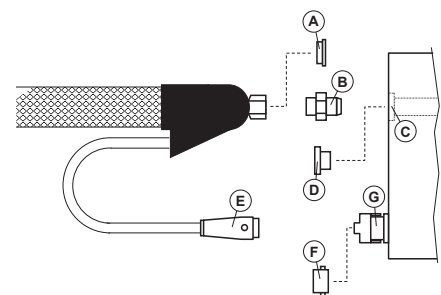

Figure 1: Hose components
1. Una volta estratto il tubo e rimossi i tappi di protezione (A), cominciare dall'estremità corrispondente al connettore elettrico maschio (v. fig. 1).
2. Utilizzare un raccordo (B) per collegare meccanicamente l'estremità del tubo a un'uscita della pompa (C). Scegliere l'uscita da utilizzare, quindi rimuovere i tappi metallici di protezione (D).
3. Rimuovere il coperchio protettivo di una delle basi situate nella parte posteriore dell'apparecchiatura e fissare il connettore elettrico maschio del tubo (E).